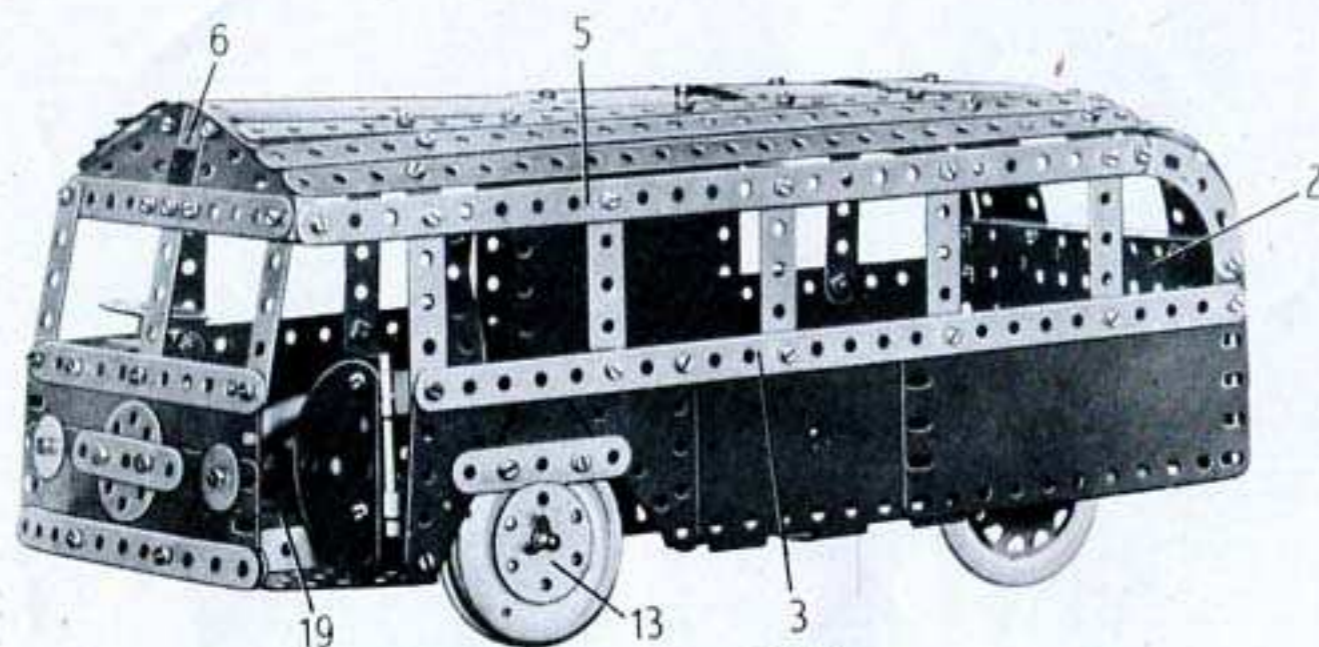

Fig. 5.8
Le côté du modèle qui apparaît sur la figure 5.8 est boulonné sur une bande de 25 trous (3). Il est formé par une plaque flexible de 14x6 cm., une moitié de plaque à charnière, une plaque flexible triangulaire de 6x5 cm., une de 6x4 cm. et par une plaque flexible de 6x4 cm. Le côté est boulonné sur la plaque à rebords (2) et il est réuni par une équerre à une bande de 11 trous (4) fixés au travers du châssis. L'autre côté du modèle est construit de façon identique, mais il est prolongé vers l'avant par deux plaques flexibles de 6x4 cm., qui sont réunies à la carrosserie par une équerre; en outre, une bande de 25 trous et une bande de 11 trous remplacent la bande (3).